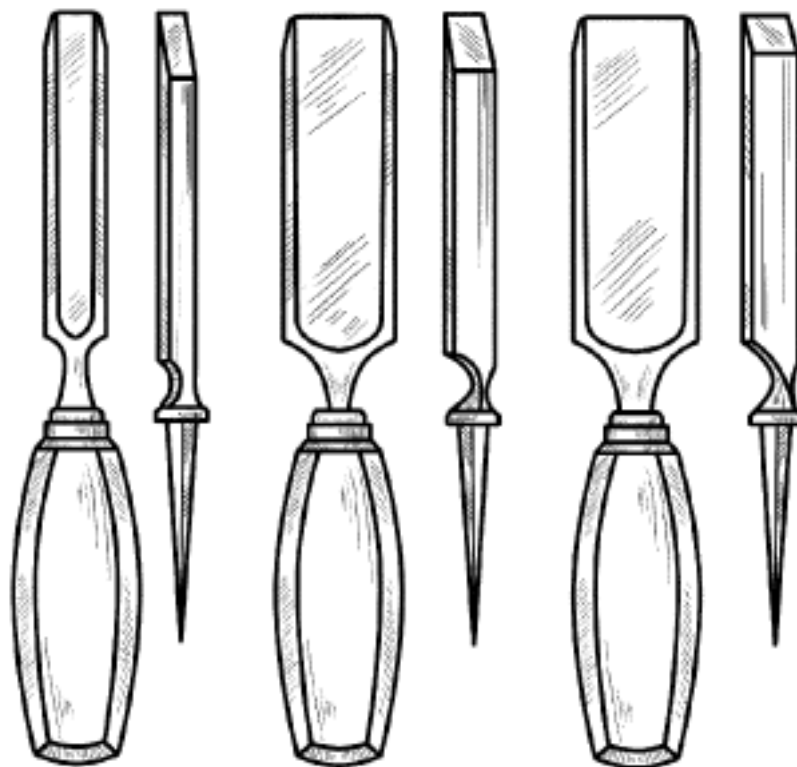
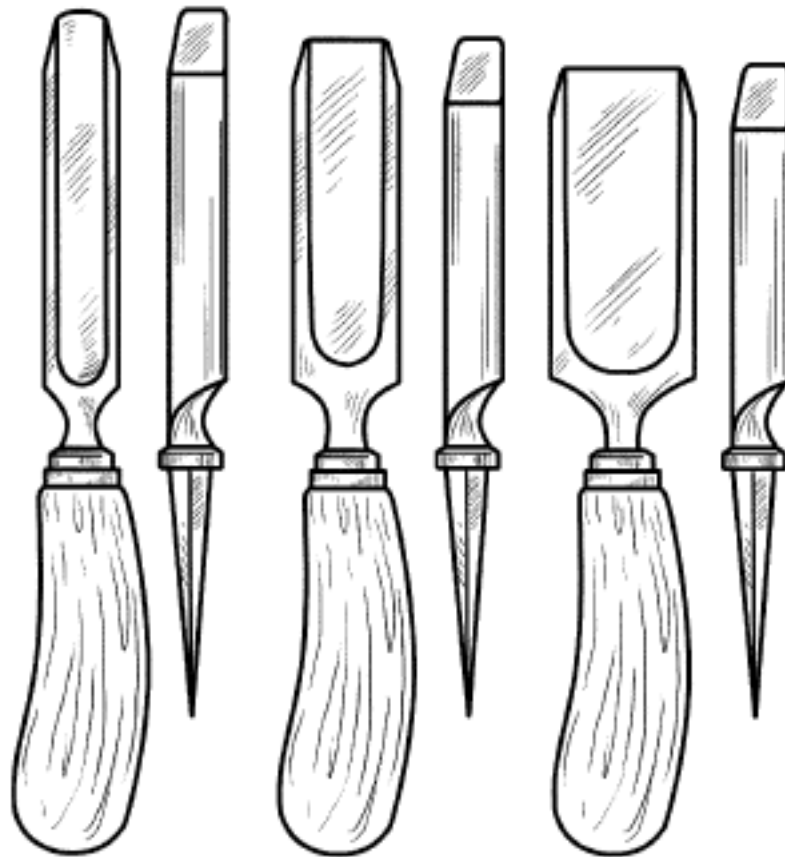

Рис. 14. Отлогие стамески
Рис. 15. Полукруглые стамески
5. Отлогие (рис. 14) и полукруглые (рис. 15) стамески. Это основной инструмент, с помощью которого можно выполнять скобчатые порезки, полукруглые лунки в геометрической и контурной резьбе.